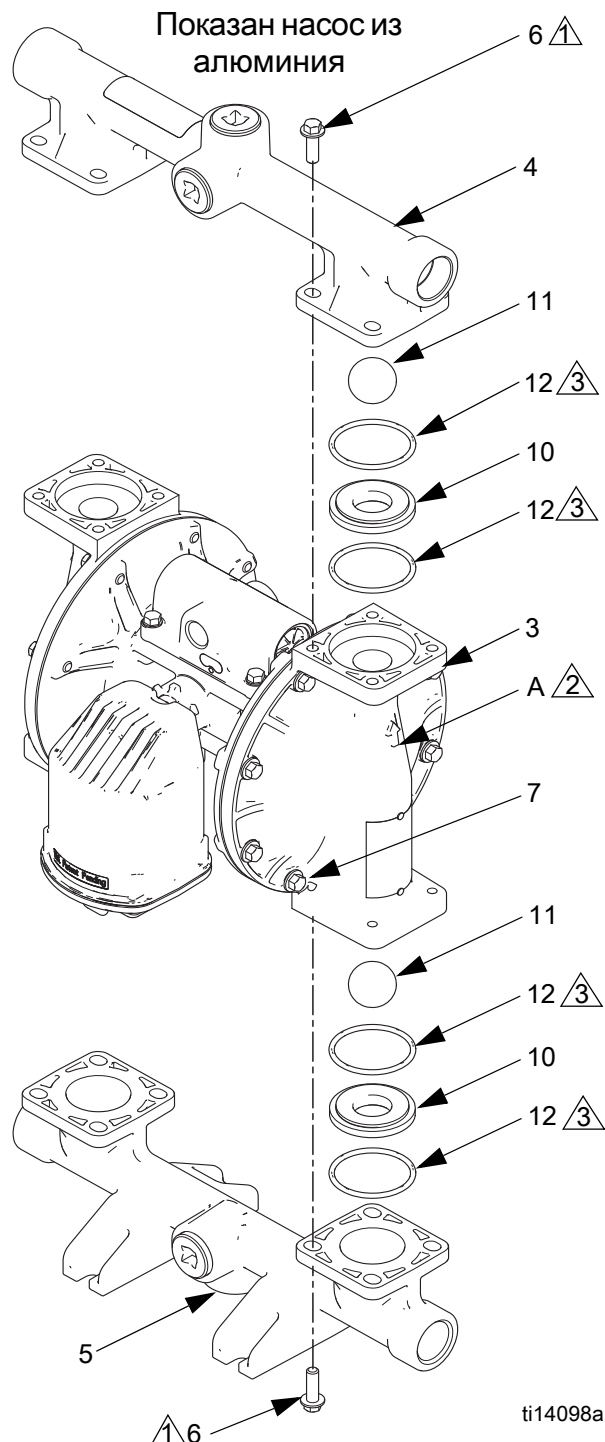

Рис. 7. Сборка шарового обратного клапана
3. Используйте торцевой гаечный ключ на 10 мм для снятия креплений выпускного коллектора (6). См. Рис. 7.
4. Снимите уплотнительные кольца (12, на некоторых моделях не используются), седла (10) и шарики (11).
5. Переверните насос и снимите впускной коллектор. Снимите уплотнительные кольца (12, на некоторых моделях не используются), седла (10) и шарики (11).
2. Соберите в обратном порядке, учитывая все примечания, указанные на Рис. 7. Убедитесь, что шаровые обратные клапаны (10-12) и коллекторы (4, 5) собраны **точно так**, как показано на рисунке. Стрелки (A) на крышках жидкостной секции **должны** указывать в сторону выпускного коллектора (4).
- ⚠ Стрелка (A) должна указывать в сторону выпускного коллектора.